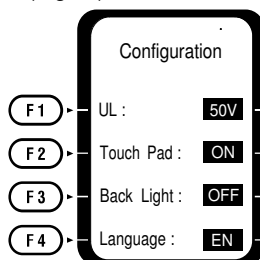

Fig.10
2. Daarna wordt het configuratiescherm geopend (Fig.10).